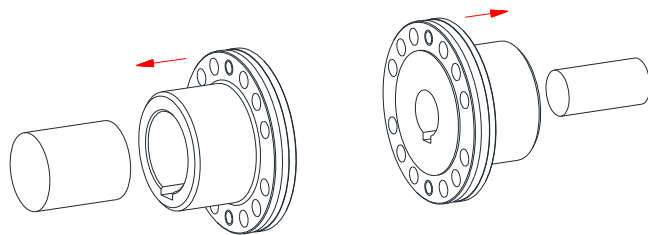

Fig. 8: Montage af koblingsflange
- Monter koblingsflangerne på akslens på ind- og udgangsside (se fig. 8).